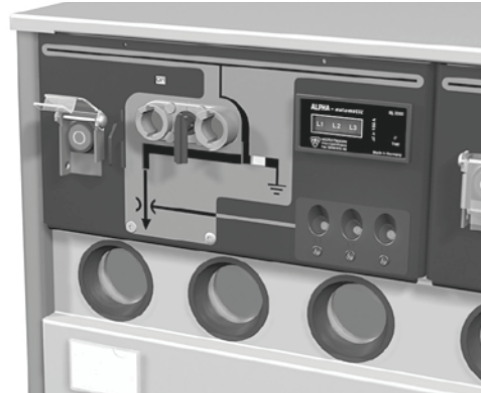

图6 按钮上的防保护罩
- 为了防止试图断开开关，断开开关按钮安装有一个防误操作的保护罩。见图6。